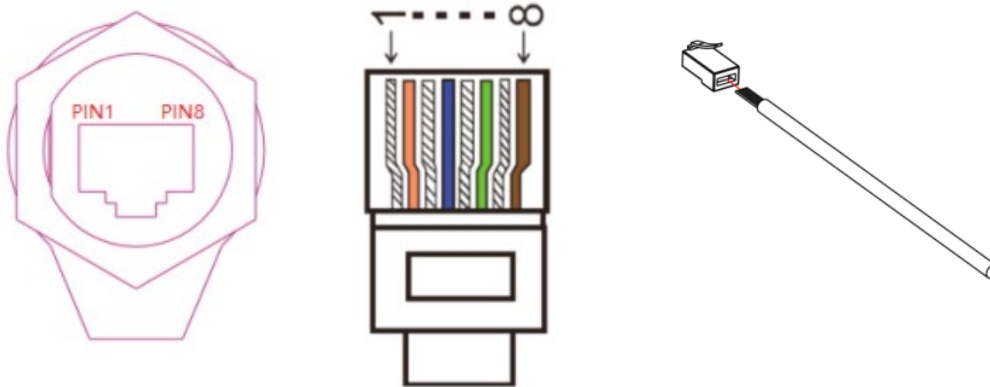

Figura 150 - Collegamento interfaccia DRMs (1)
- 1) Posizionare i terminali del filo con la sequenza dei colori come indicato nella Figura 150.